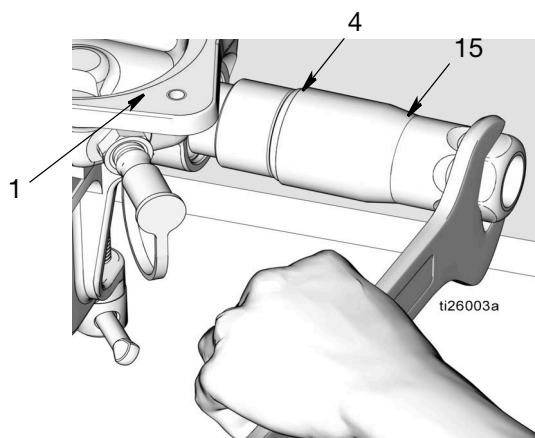

FIG. 22
- e. Mettre les joints toriques (7, 41) et l'écrou (5) au rebut en respectant les réglementations concernées.
16. Déposer le clapet antiretour de sortie (15) de la base de la pompe (1) (FIG. 22). Enlever le joint torique (4) du clapet de refoulement. Mettre le joint torique au rebut en respectant toutes les réglementations concernées